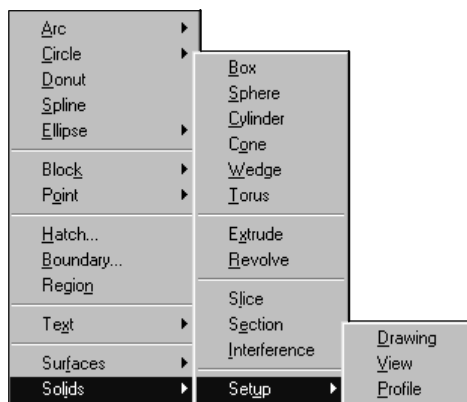

Рис. 8.1. Меню команд формирования плоских видов
2. Выбрать в меню **Draw | Solids | Setup** (Рисование | Тела | Подготовка), а затем выбрать пункт меню **View** (Вид), **Drawing** (Построение) или **Profile** (Контуры) (рис. 8.1).